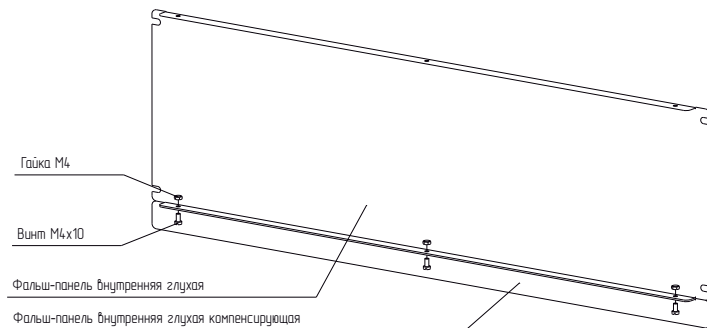

Рисунок 1
4.1.2 Закрепить фальш-панель внутреннюю глухую компенсирующую на фальш-панели внутренней глухой винтами M4x10 и гайками M4 (рисунок 1). Момент затяжки 1,5 Н·м. Винты и гайки приобрести отдельно.